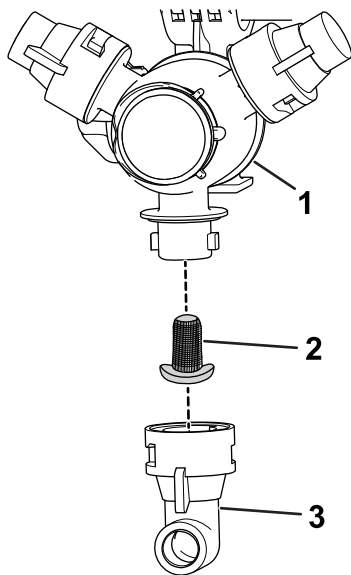

Figura 97
2. Îndepărtai duza din turela de pulverizare (Figura 97).
3. Îndepărtai filtrul duzei (Figura 97).
5. Monta filtrul duzei (Figura 97).
6. Monta duza la turela de pulverizare (Figura 97).